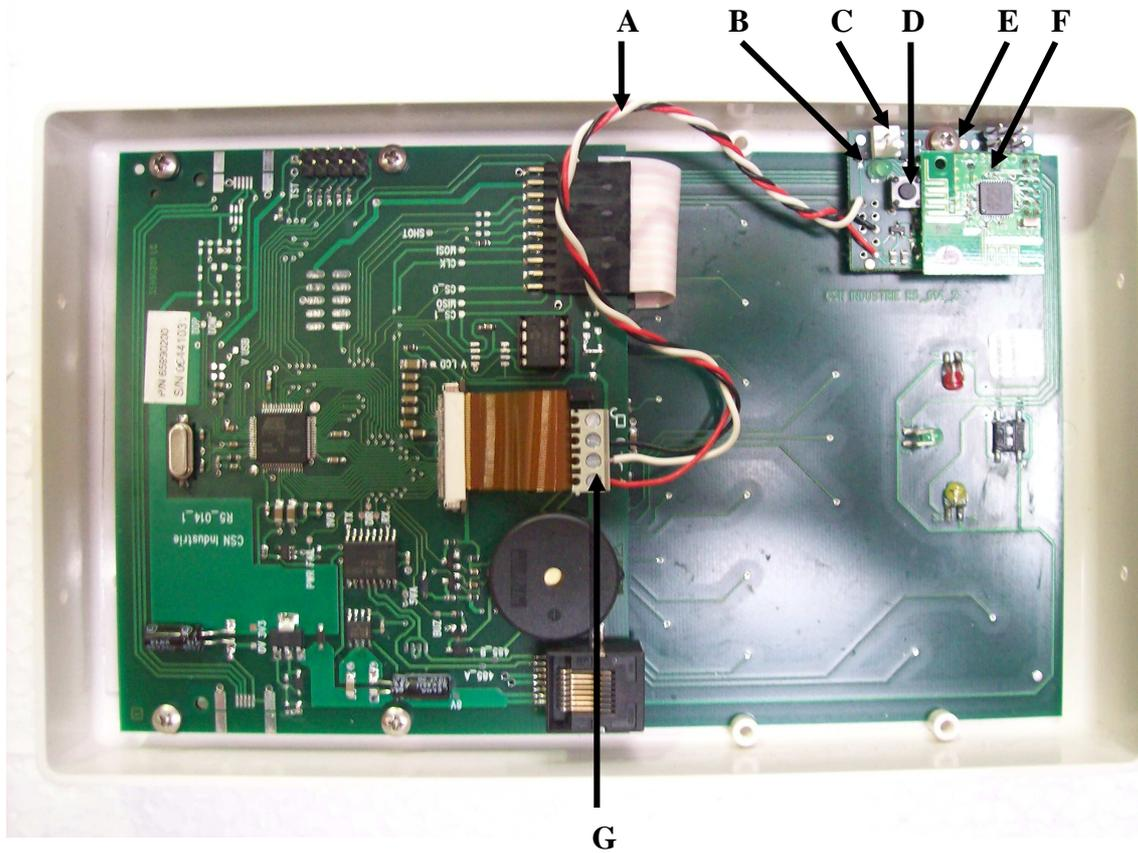

fig. 1
Su alcune serie dei radiografici MAX70 il modulo ricevitore (fig. 1) viene installato prima della vendita. In questo caso lo troverete nella posizione indicata nella foto al paragrafo precedente. Se avete ricevuto il modulo ricevitore separatamente è necessario installarlo prima di poterlo utilizzare.
| 3. Identificare la morsettiera a 4 poli J1 presente sulla scheda CPU (G in fig. 1) |
| 5. Fissare il modulo ricevitore nella posizione indicata, con una vite in nylon oppure isolata con una rondella non metallica (E in fig. 1) |
Scopo della presente procedura è quello di far riconoscere tra loro i moduli trasmettitore (fig. 2) e ricevitore (fig. 1).
| 4. Premere brevemente il pulsante (C) presente sul modulo ricevitore; si accenderà il led (B) presente sul modulo stesso; il ricevitore è ora pronto ad effettuare la registrazione (fig. 1); |
| 6. Dopo alcuni istanti si spegnerà il led (B) presente sul modulo ricevitore: il ricevitore ha effettuato la registrazione (fig. 1); |